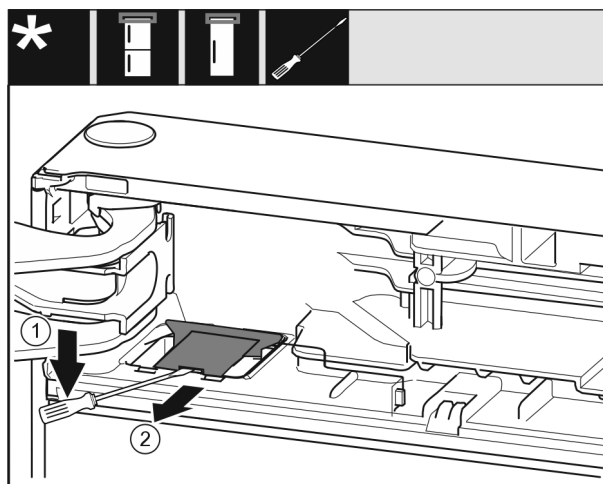

Fig. 10
- Odvijačem s ravnom glavom podignite poklopac Fig. 10 (1).
- Izvadite poklopac Fig. 10 (2).